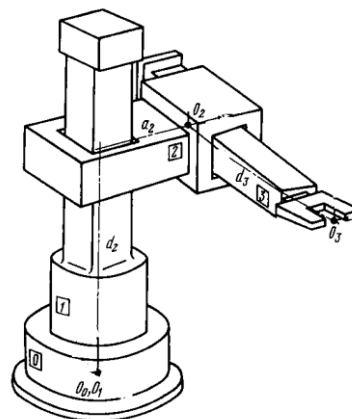

Рис. 3
3. Для промышленного робота - манипулятора, изображенного на рис. 3 построить системы координат звеньев манипулятора в соответствии с алгоритмом Денавита-Хартенберга (при построении системы координат указать положение начала систем координат звеньев и направления осей). Записать матрицы преобразований и матрицу перехода. Решить прямую позиционную задачу (определить положение точки O_3 в системе координат связанной с основанием манипулятора). Определить ориентацию осей связанной системы координат в точке O_3 относительно декартовой системы координат основания.